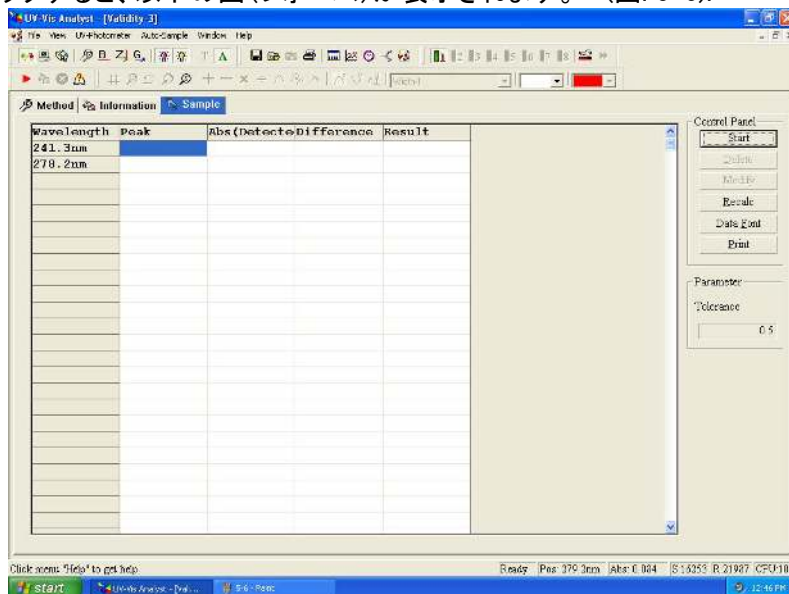

図. 5-6
5. **Sample** タブをクリックすると、以下の図(フォーム)が表示されます。(図. 5-6).